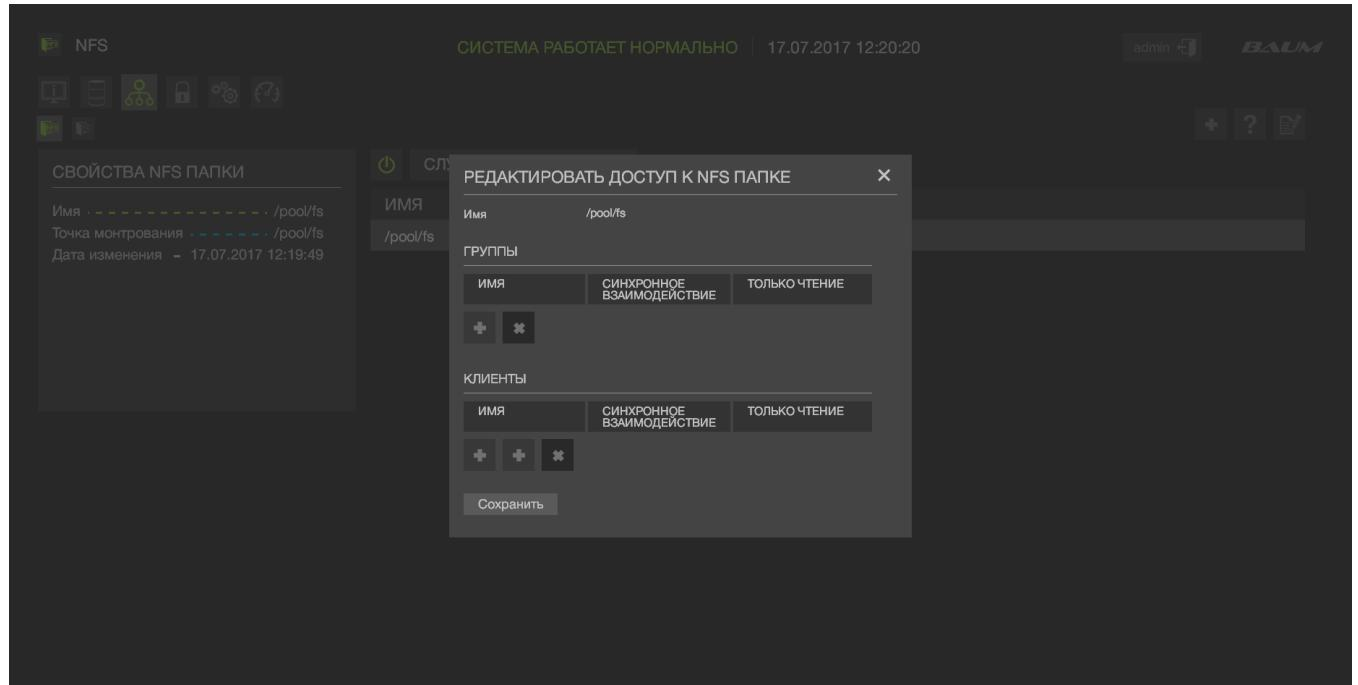

Рисунок 57 - Редактирование доступа к NFS папке
- 3) Нажать на кнопку «Редактировать доступ» в правом верхнем углу (см. Рисунок 57)